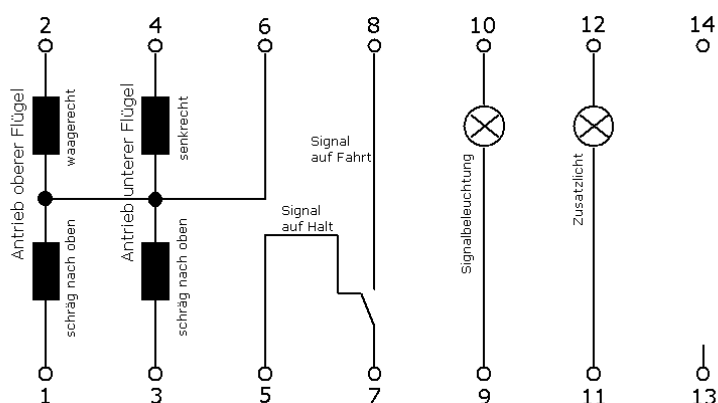

Abbildung 10: Anschluss des Signalträgers (Ansicht 14polige Stiftleiste von oben)
- alle Signale sind über einen 10poligen Pfostenstecker gemäß Abbildung 10 angeschlossen, d.h. die Pins 11...14 sind nicht vorhanden.